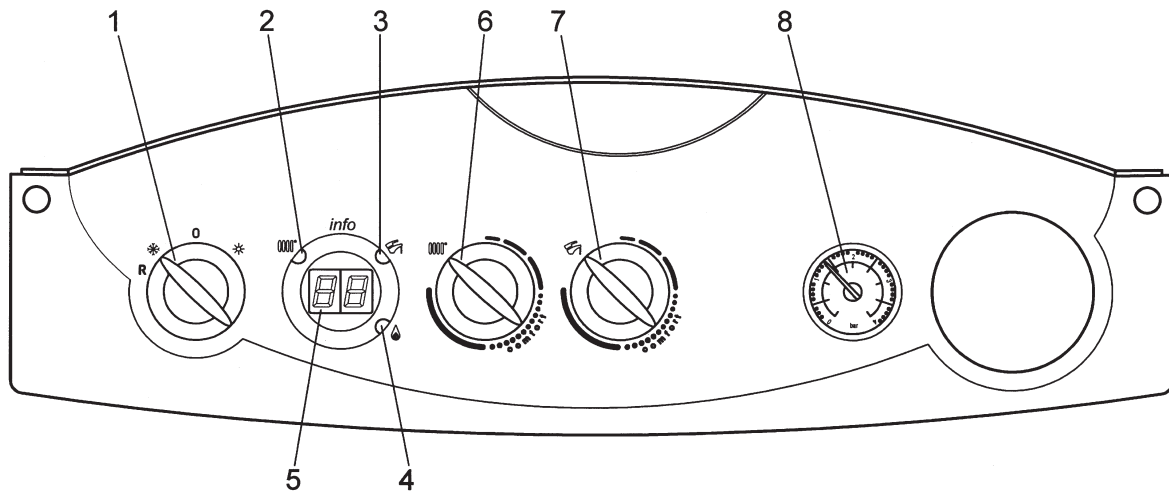
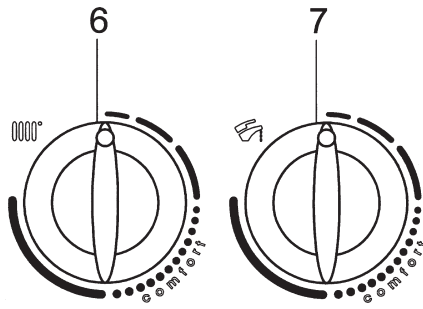
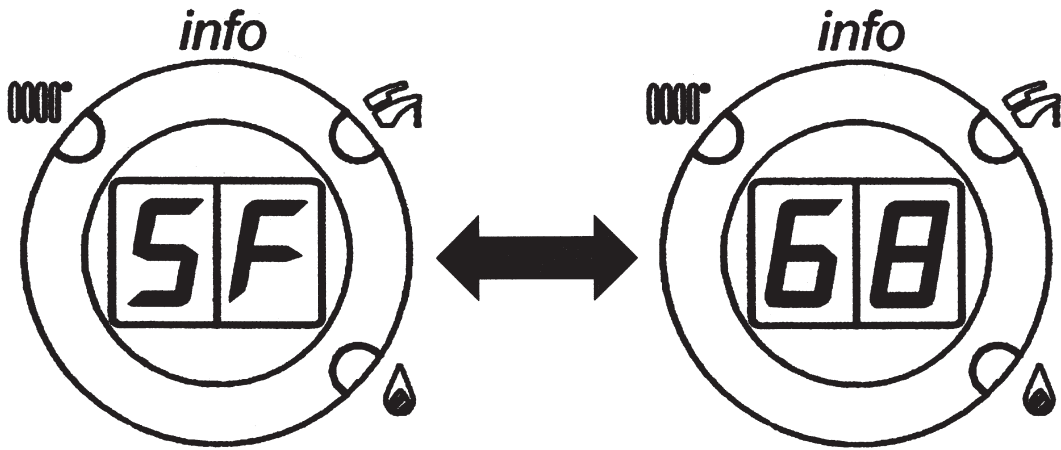

Fig. 26
Fig. 28A
Fig. 29
To permit the boiler to handle requests from individual zones, turn the Summer/Winter selector (1 - figure 26) on the boiler's front panel to Winter (❄) position.
Set the desired temperature with knob 6, figure 26, directly on the boiler control panel.
Pour le fonctionnement de la chaudière, en cas de demande séparée de la part des différentes zones, il est nécessaire de mettre le sélecteur Été/Hiver (1 - figure 26) qui se trouve sur le panneau de commande de la chaudière sur la position Hiver (❄).
Choisir la température de chauffage directement sur le panneau de commande de la chaudière en tournant le bouton 6, figure 26.
Use the central heating temperature control knob (6 - figure 26) on the boiler's control panel to set central heating output temperature to the various zones.
Programmer la température de refoulement prévue pour chaque zone en utilisant le bouton de réglage de la température du circuit de chauffage qui se trouve sur le panneau de commande de la chaudière (6 - figure 26).
5.4 INITIAL LIGHTING - Refer to Fig. 26
5.4 PREMIER ALLUMAGE - Référez-vous à la Fig. 26
- 1) Turn the control knobs 6 and 7 (figure 26) fully anti-clockwise to their minimum positions as shown in figure 28A.
Note: LEDs 2 and 3 (figure 26) flash alternately and the display alternates the message “SF” and the boiler output temperature about every five seconds (figure 29).
- 4) Calibration mode remains active for 20 minutes. To exit “calibration mode” before this time simply turn control knob 7 (figure 26).
- 1) tourner les boutons 6 et 7 (figure 26) dans le sens inverse des aiguilles d'une montre en les mettant sur la valeur minimum, comme le montre la figure 28A;
Remarque : les Led 2 et 3 (figure 26) clignotent une après l'autre et l'afficheur visualise le message “SF” qui s'alterne, par intervalles de 5 secondes, à la valeur de température de départ de la chaudière (figure 29).
- 4) Cette fonction reste disponible pendant 20 minutes. Il est possible de l'interrompre à l'avance en tournant le bouton 7 (figure 26).